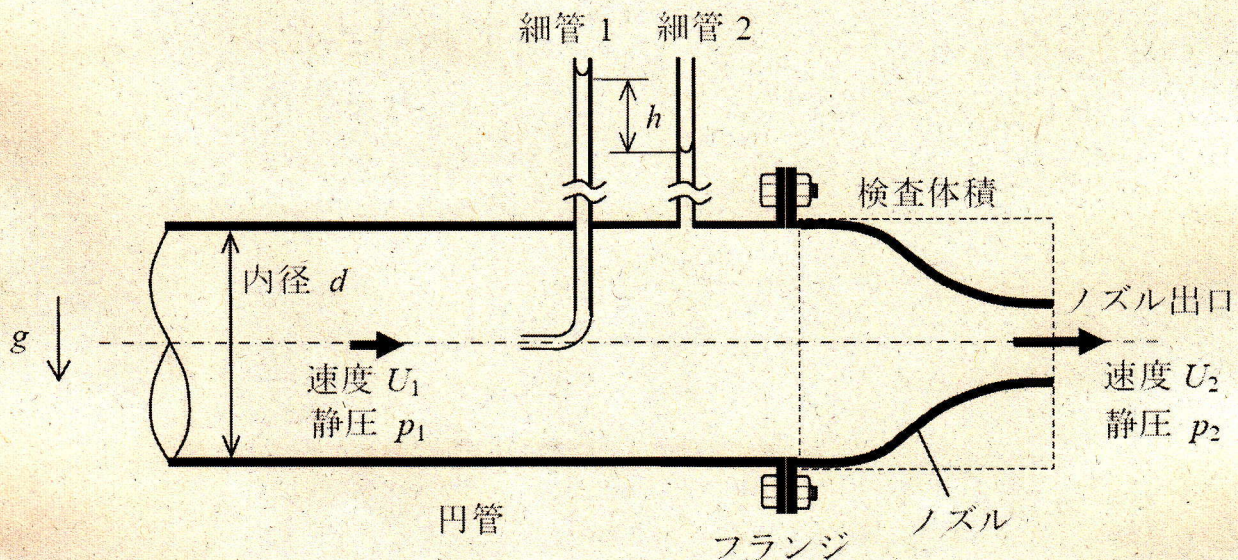

図 1 フランジで取り付けられた円管とノズル
1. 図 1 のように、水平に円管とノズルがフランジを介して取り付けられている。その中を水が流れており、ノズル出口から噴出している。水の密度を ρ 、重力加速度を g 、円管の内径を d とする。円管内及びノズル出口の断面内の流速は一様で、それぞれ U_1 、 U_2 である。また、流れは定常である。このとき以下の問いに答えよ。ただし、流れの損失はないものとする。
- (1) 図 1 のように、円管の側壁へ鉛直上向きに 2 本の細管を設置して細管内の水面高さを測定したところ、細管 1 内の水面高さが細管 2 の水面高さよりも h だけ高くなった。なお、両細管の上端とノズル出口は大気開放されている。また、細管 1 の下部は 90 度曲げられており、その先端は円管の中心軸に沿って上流に向けられている。このとき、 U_1 と h の間に成り立つ関係を示せ。
- (2) ノズル出口での静圧 p_2 を、円管内の静圧 p_1 、及び ρ 、 U_1 、 U_2 を用いて表せ。
- (3) 図中の点線のような検査体積を考える。検査体積の入口断面を流れる水の質量流量を求めよ。
- (4) 検査体積に流入する運動量に対して、流出する運動量はどれだけ増加するか。運動量の増分を ρ 、 d 、 U_1 、 U_2 を用いて表せ。
- (5) フランジを引き離そうとする力 F を ρ 、 d 、 U_1 、 U_2 を用いて表せ。なお、検査体積の右端断面の圧力は、ノズル出口の水の静圧 p_2 と等しいと近似できる。